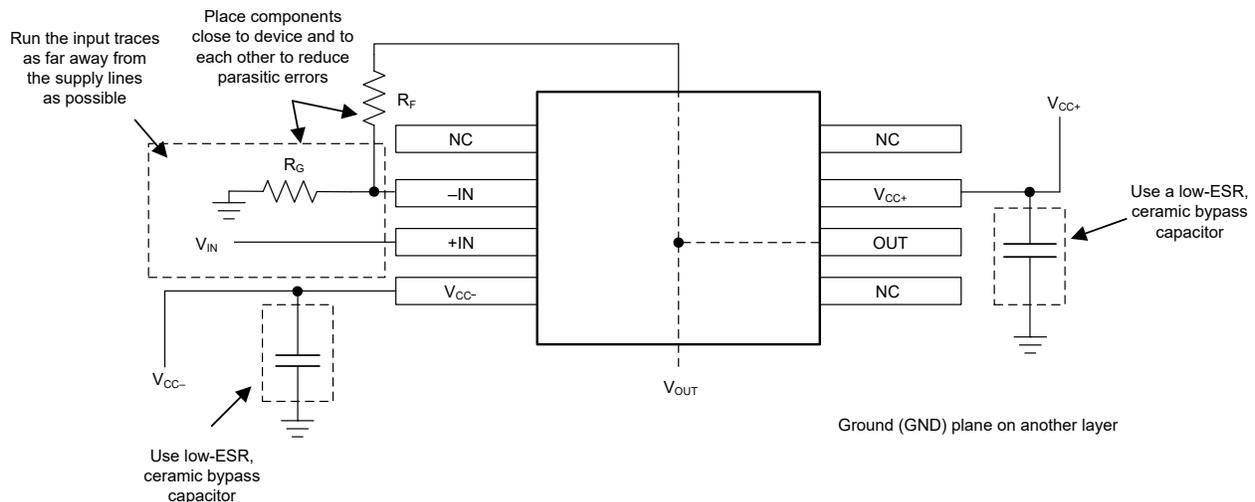

図 7-4. 非反転構成のオペアンプ基板のレイアウト
4. 外付け部品は、可能な限りデバイスに近く配置します。図 7-4 は、寄生容量を最小限に抑えるため、RF と RG は反転入力に近くに配置する方法を示します。